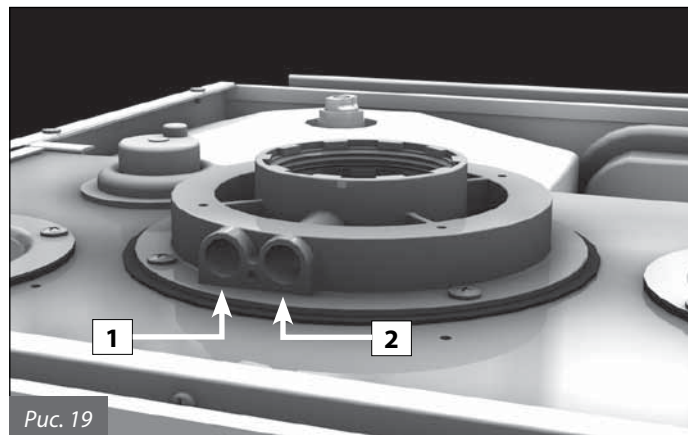

Рис. 19
На патрубке размещены отверстия для забора проб воздуха поступающего на горение и дымовых газов (рис. 19).
- замер температуры воздуха поступающего на горение через соответствующее отверстие **1** (рис. 19).
- замер температуры и содержания  $\text{CO}_2$  в дымовых газах через соответствующее отверстие **2** (рис. 19).